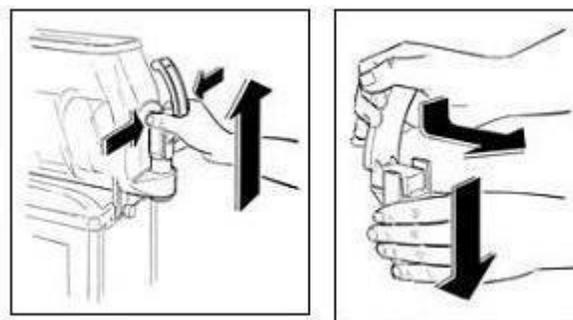

Fig. 6
- **R**etirar el grifo de la cuba presionando simultáneamente las dos aletas de bloqueo y levantarlo para retirarlo de su alojamiento (fig.6).
- **C**ompletar el grifo en todos sus componentes sujetando el cuerpo y retirando la palanca de su alojamiento (fig.6).